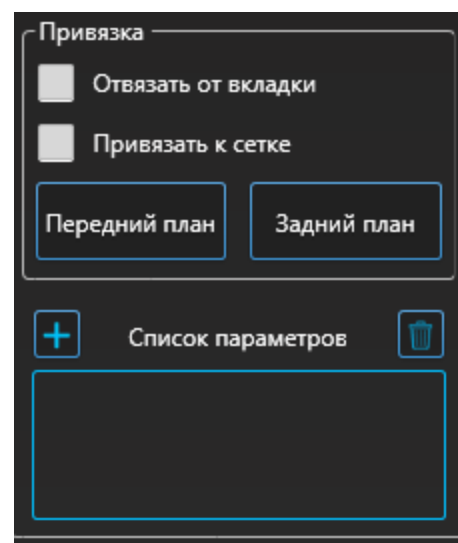

Рис. 43
**Кнопка с фиксацией, Тумблер, Переключатель, выключатель, Грибок** (Рис. 43, е) – кнопки с фиксацией, предназначенные для записи двух значений в параметры устройства в зависимости от состояния кнопки, а также отображения текущего значения параметра путём изменения состояния.
Блок **Привязка** (Рис. 43) содержит: